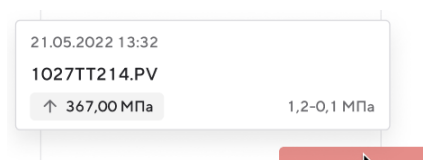

Рисунок 174 – Краткая информация события выхода за аварийную уставку (LL) (одно событие)
- Рисунок 174 — дополнительное окно с краткой информацией для события выхода за аварийную уставку (LL) (одно событие);